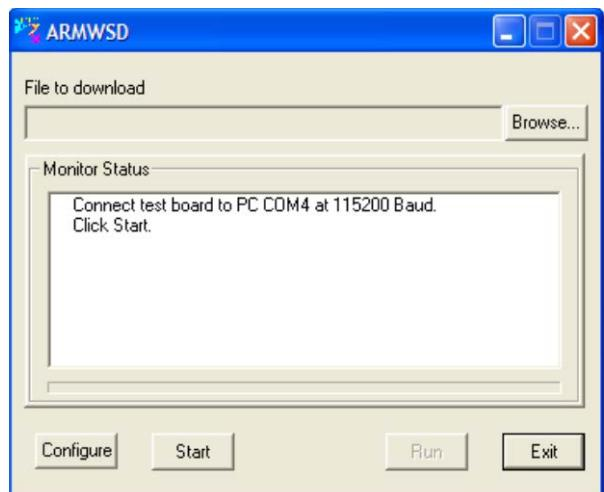

図 8. ISEB ARMWSD フームウェア・ダウソローダ
2. **Firmware Utility** フォルダ内にある **ARMWSD.exe** プログラムを実行します。ダウンローダ情報が表示されます(図 8 参照)。
COM ポートを選択し、**OK** をクリックして変更を確認し、ARMWSD ウィンドウへ戻ります(図 8 参照)。これでダウンロードの設定は完了です。
1. ARMWSD ボックス(図 8 参照)の **Start** をクリックして、変更プロセスを開始します。
4. ダウンロードの処理が失敗すると、**Monitor Status** ボックス(図 8 参照)にその旨表示されます。この場合は、ステップ 1~3 を繰り返してダウンロードを再実行してください。
5. ダウンロードが正常に終了したら、**Run**(図 8 参照)をクリックします。